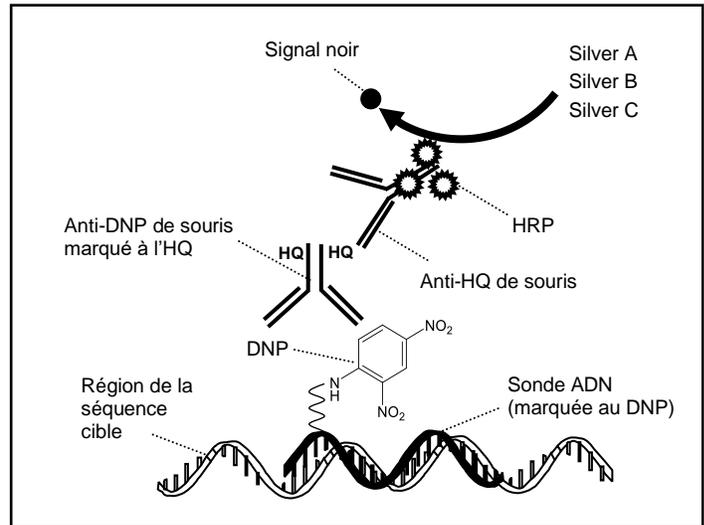

Figure 1. VENTANA Silver ISH DNP Detection
Le VENTANA Silver ISH DNP Detection Kit détecte les sondes marquées au DNP qui sont liées à une séquence d'acide nucléique spécifique dans les coupes de tissus fixés au formol et inclus en paraffine (FFPE). Ce kit de détection contient un anticorps primaire et un anticorps secondaire conjugué à la peroxydase de raifort (HRP), qui est utilisée comme enzyme chromogène. Au cours de la procédure de coloration par ISH, les sondes marquées au DNP sont cohybridées à leurs séquences d'ADN cibles spécifiques respectives dans les noyaux des cellules. Le VENTANA Silver ISH (SISH) DNP Detection Kit contient les distributeurs suivants : anticorps primaire anti-DNP de souris marqué à l'hydroxyquinoxaline (HQ), anticorps secondaire anti-HQ de souris conjugué à la peroxydase de raifort (HRP), Chromogène A (Silver A), Chromogène B (Silver B) et Chromogène C (Silver C). Après incubation avec l'anticorps primaire anti-DNP de souris marqué à l'HQ, puis avec le conjugué anticorps secondaire anti-HQ de souris conjugué à la HRP, la réaction SISH se produit. En bref, cette réaction est induite par l'addition séquentielle des chromogènes A (acétate d'argent), B (hydroquinone) et C (H₂O₂). Les ions argent (Ag⁺) sont réduits par l'hydroquinone en atomes d'argent métalliques (Ag⁰). Cette réaction est alimentée par le substrat de l'HRP, à savoir le peroxyde d'hydrogène (Chromogène C). La figure 1 illustre la réaction de SISH. L'échantillon est ensuite contre-coloré à l'Hematoxylin II pour l'interprétation par microscopie optique.